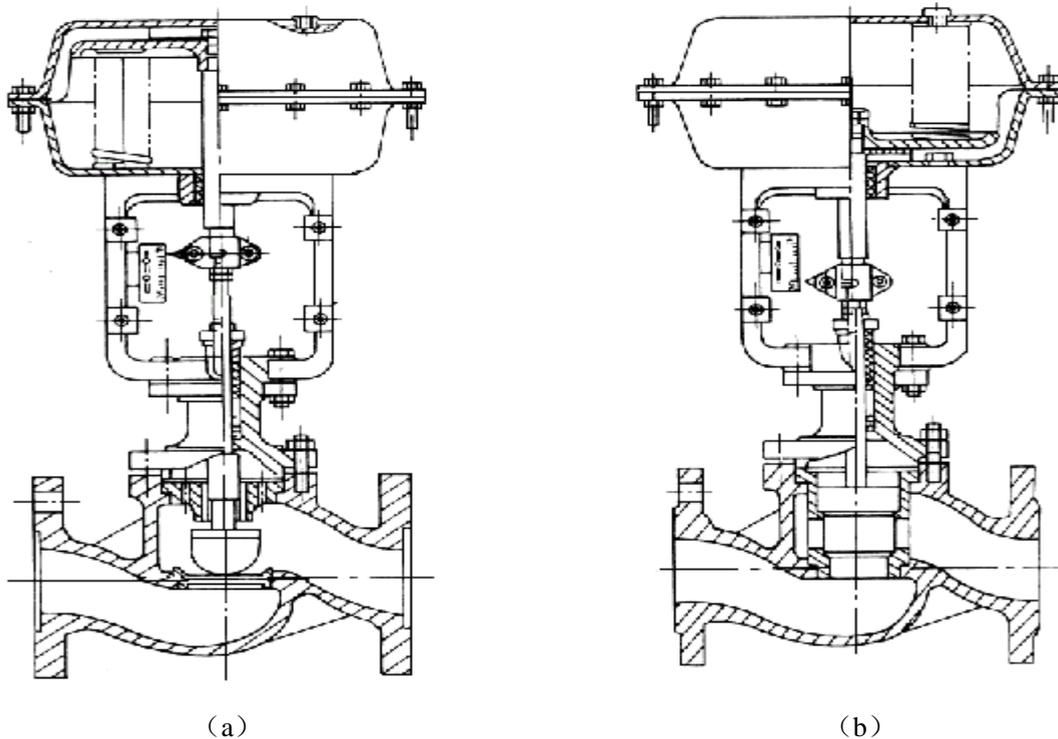

图 1
ZJHP 型气动单座调节阀由 ZHA (B) 型气动多弹簧薄膜执行机构和 VJP 型低流阻直通单座阀组成。见图 1 (a)。
ZJHM 型套筒调节阀由 ZHA (B) 型气动多弹薄膜执行机构和 VJM 型低流阻套筒阀组成见图 1 (b)。
气动多弹簧薄膜执行机构按作用方式可分为正作用式和反作用式两种。当信号压力增加时，推杆往伸出膜室的方向动作的执行机构为正作用式，型号为 ZHA 型。当信号压力增加时，推杆往退进膜室的方向动作的执行机构为反作用式，型号为 ZHB 型。它们分别如图 1 (a) 和图 1 (b) 中的执行机构所示。
ZJHP 型和 ZJHM 型气动调节阀按照开关方式的不同可分为气关式和气开式两种。气关式阀由正作用执行机构和阀构成。当输入信号压力由下限值改变为上限值时，阀从全开到全关。气开式阀由反作用执行机构和阀组成，当输入信号压力由下限值改变为上限值时，阀从全关到全开。它们分别如图 1 (a) 和图 1 (b) 所示。